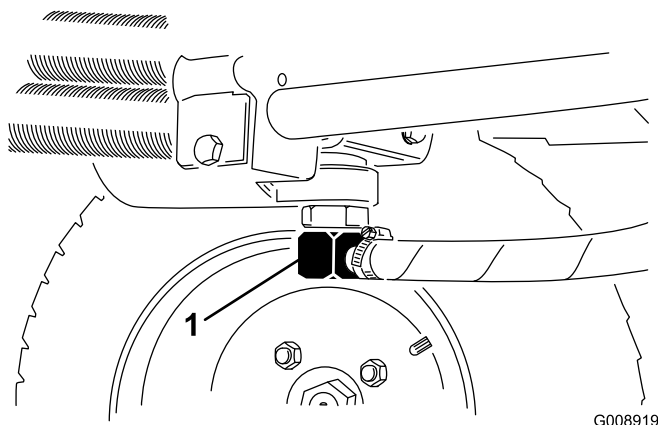
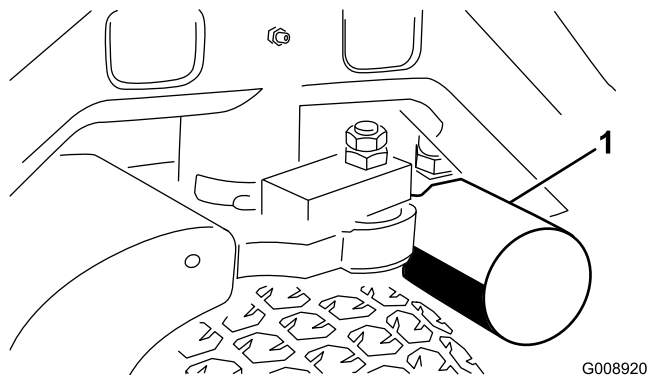

Figure 69
Figure 70
2. Débranchez la conduite hydraulique (Figure 69) ou enlevez le filtre hydraulique (Figure 70) et laissez couler l'huile dans un bac de vidange.
4. Placez un bac de vidange sous le filtre (Figure 70) et enlevez le filtre.